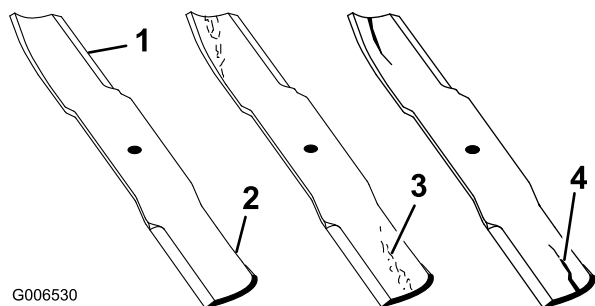

Figura 54
1. Inspeccione los filos de corte (Figura 54). Si los bordes no están afilados o tienen muescas, retire las cuchillas y afílelas. Consulte Afilado de las cuchillas.
2. Inspeccione las cuchillas, especialmente la parte curva (Figura 54). Si observa daños, desgaste o la
formación de una ranura en esta zona (Figura 54), instale inmediatamente una cuchilla nueva.